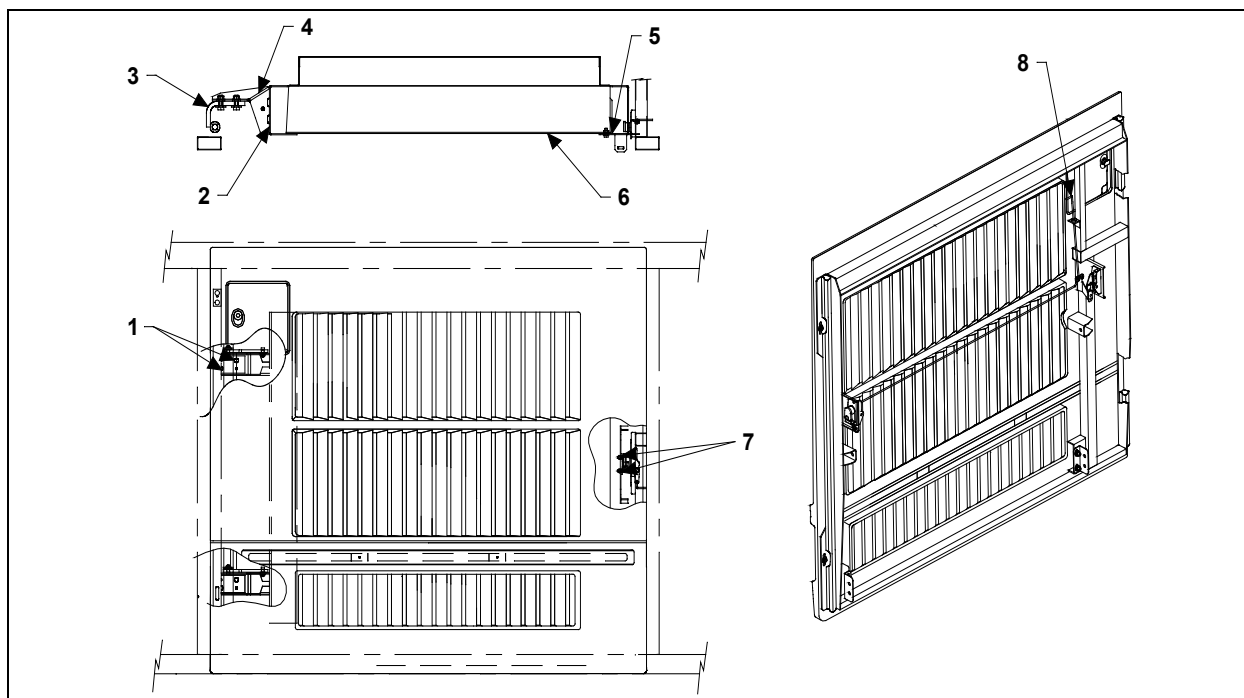

FIGURE 75 : PORTE DU COMPARTIMENT DU CONDENSEUR
2. Desserrer les écrous (1, Figure 75) tenant la charnière (3, Figure 75) à la fixation de charnière (4, Figure 75). Le fait de desserrer les écrous (1, Figure 75) permet de déplacer le condenseur vers la gauche ou la droite et vers le haut ou le bas.
5. Desserrer les écrous de support qui fixent le panneau au condenseur. Le panneau (6, Figure 75) peut alors être déplacé vers l'intérieur ou l'extérieur, vers la gauche ou la droite, et vers le haut ou le bas.
6. Ajuster le panneau du condenseur par rapports aux supports (2, Figure 75 et 5, Figure 75).